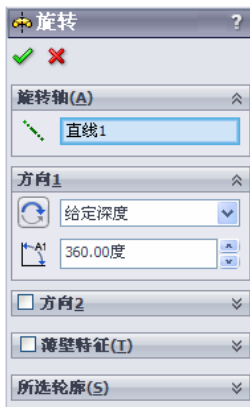
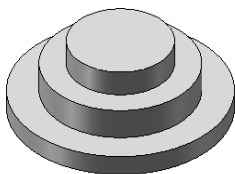

图 7-83 “旋转”属性管理器
图 7-84 旋转生成的底座实体
2) 旋转生成底座实体。单击“特征”工具栏中的 (旋转凸台/基体) 按钮, 或选择菜单栏中的“插入”→“凸台/基体”→“旋转”命令, 系统弹出“旋转”属性管理器, 如图 7-83 所示, 拾取草图中心线作为旋转轴, 设置旋转类型为“给定深度”, 在 (角度) 文本框中输入“360”, 然后单击 (确定) 按钮, 生成的底座实体如图 7-84 所示。